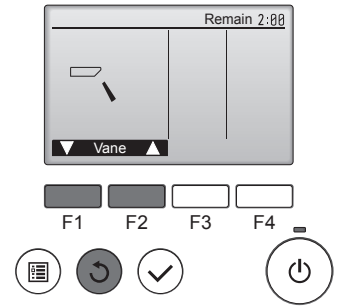

Fig. 7-4
- ② Kanat çalıştırma ekranını görüntülemek için [SEÇİM] düğmesine basın ve otomatik kanadı kontrol etmek için [F1] ve [F2] düğmelerine basın. (Fig. 7-4)